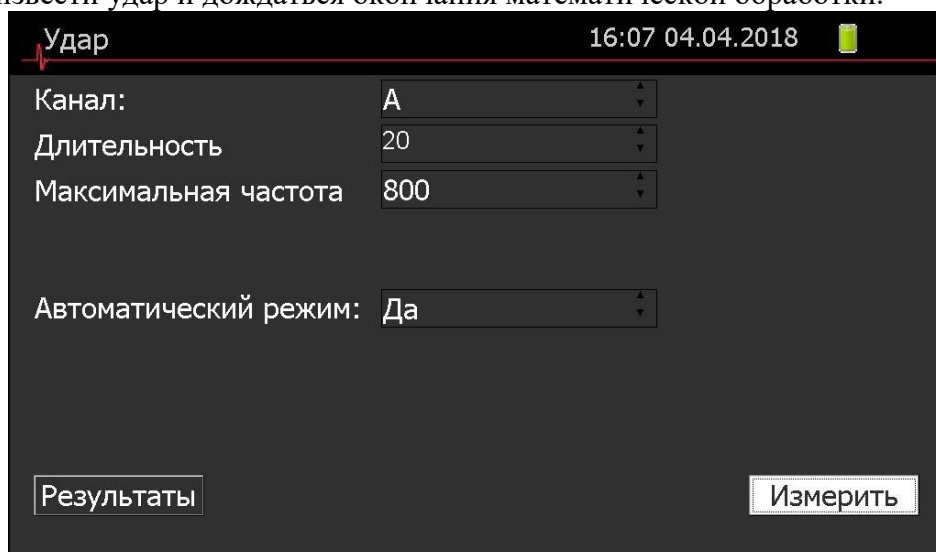

Рисунок 1
5. Нажать кнопку «Измерить», рисунок 1.